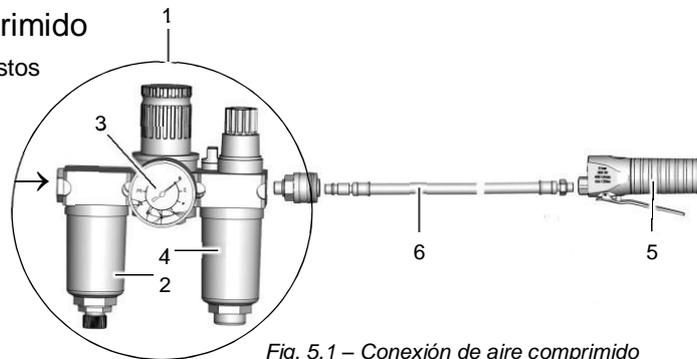

Fig. 5.1 – Conexión de aire comprimido
Monte la unidad de mantenimiento (1) en el orden siguiente, véase fig. 5.1:
- Separador de agua (2),
- manómetro (3),
- lubricador (4).
**EFA 620** (véase fig. 5.1)
- Conecte el desollador (5) con una manguera de presión (6) a una unidad de mantenimiento (1) (accesorio especial).